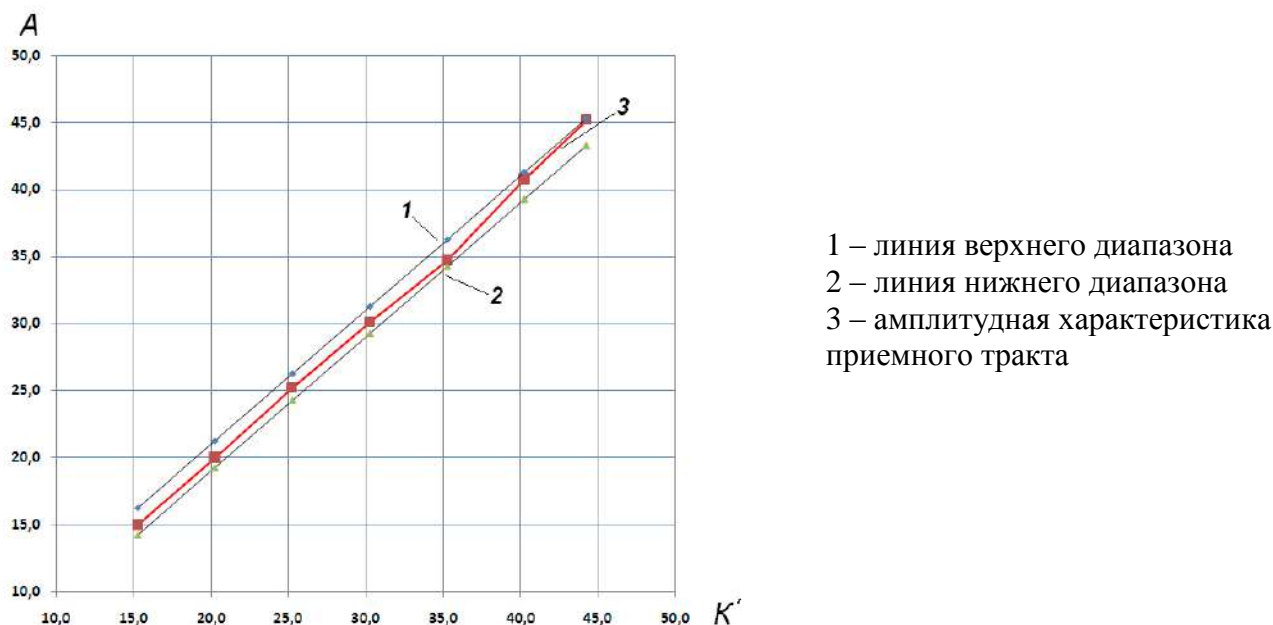

Рисунок 4.5 – Амплитудная характеристика приемного тракта
4.5.4.3.9 Построить амплитудную характеристику приемного тракта (рис. 4.5). Определить верхнюю и нижнюю границу динамического диапазона.